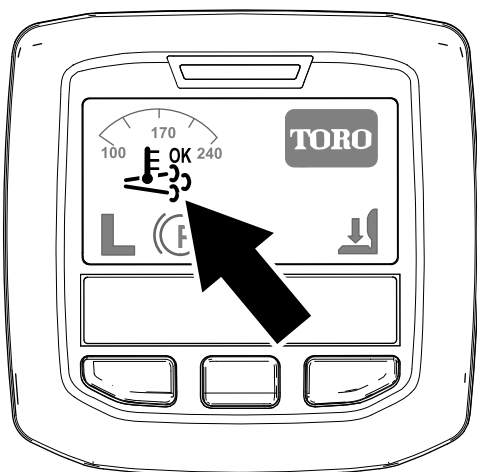

Bild 27
- Das Symbol für die unterstützte bzw. Rücksetzen-Regenerierung wird im InfoCenter angezeigt (Bild 27).